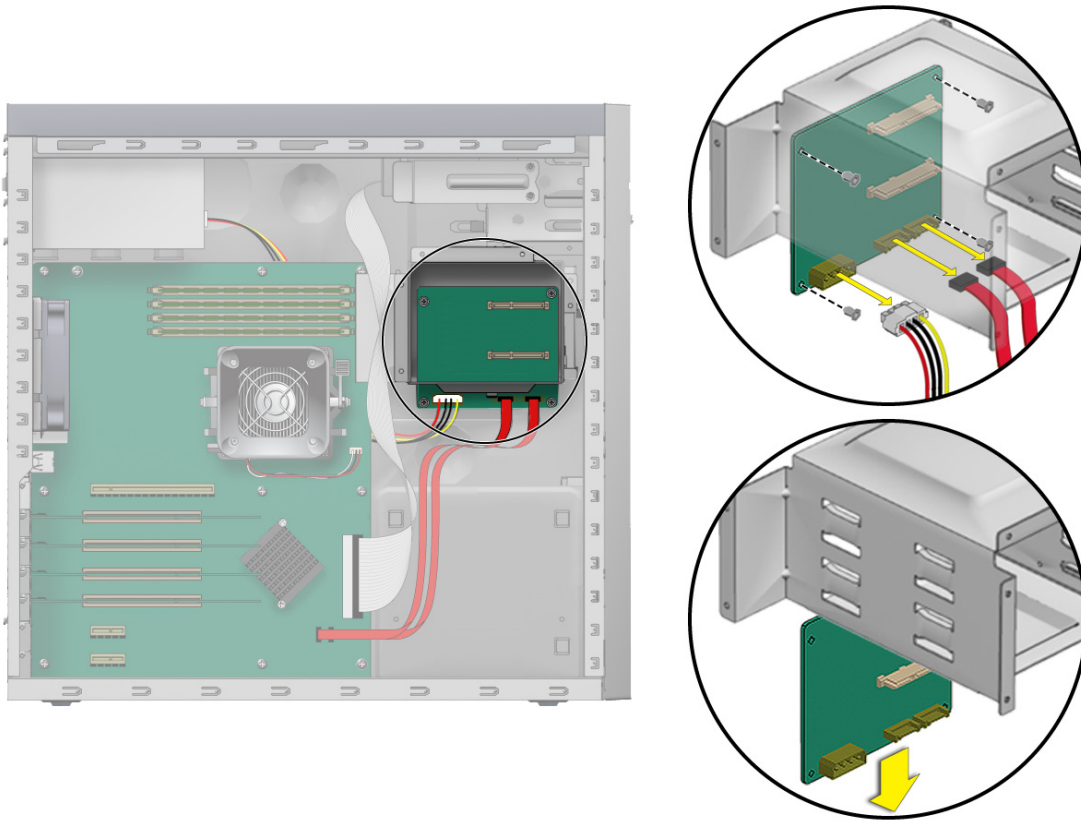

图 4-8 拆卸 SATA 背板
4. 断开线缆（参见图 4-8）。
5. 从机箱上旋下固定 SATA 背板的螺丝（参见图 4-8）。